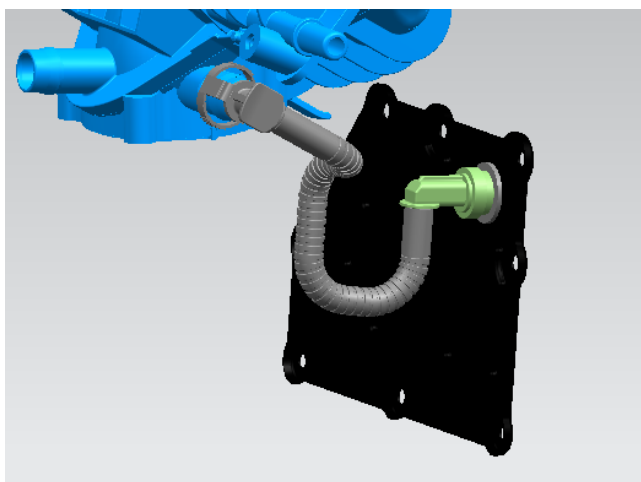

图 3.3
- 9、 将 PCV 阀插入 PCV 阀密封圈，在快速接头内的 O 型圈表面涂抹适量机油，再将快速接头插入进气歧管相应接口处，如图 3.3 所示。